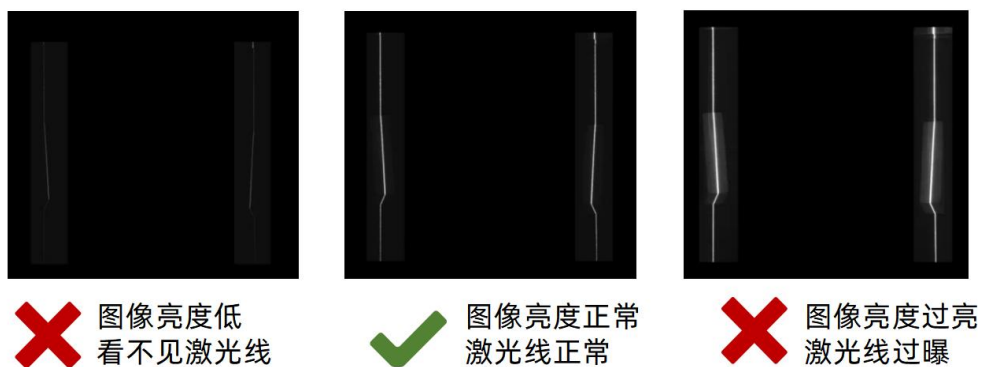

图 3-7 曝光时间调整
- 可先设置曝光调至 500，左右增益为 2。然后通过调整曝光时间和增益来调整检测目标表面的激光线的亮度，如图 3-7 所示。